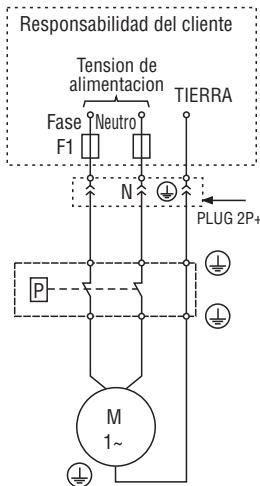

FIGURA 7 - DIAGRAMA LIGACIÓN ELÉCTRICA
- 4.3** La Figura 7, muestra el esquema de conexión eléctrica con presostato y fusible.